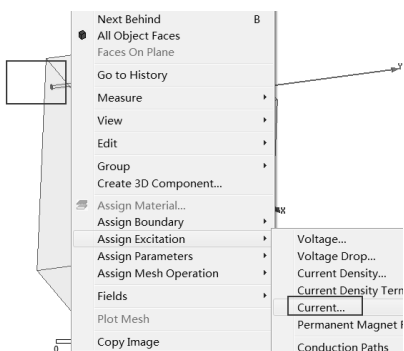

图 19-84 创建激励
Step1：创建激励。按住 F 键，然后单击如图 19-84 所示的一个端面，右击后在弹出的快捷菜单中选择 Assign Excitation Current 命令。